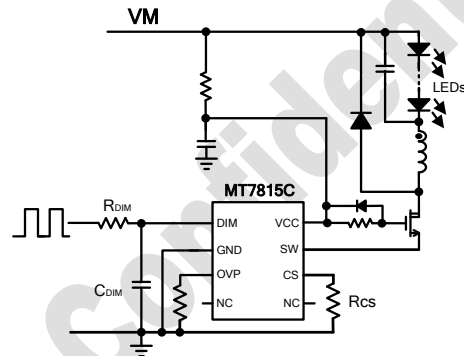

图 1、模拟调光滤波设置
- 二) 对 PWM 信号进行 RC 低通滤波，产生一个模拟电平，输入 DIM 管脚，如图 1 所示。